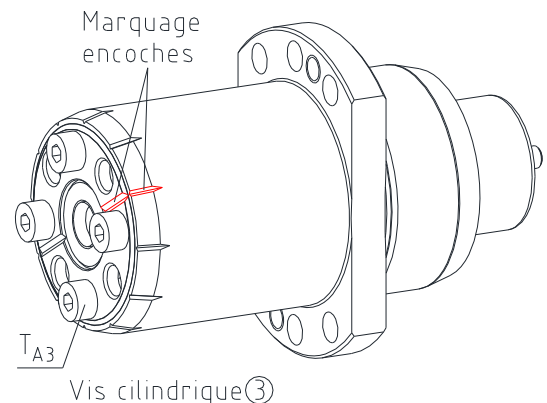

Fig. 14
- Serrez ensuite les vis à tête cylindrique ③ de l'écrou de réglage aux couples de serrage T_{A3} indiqués dans le tableau 7 (voir figure 14).